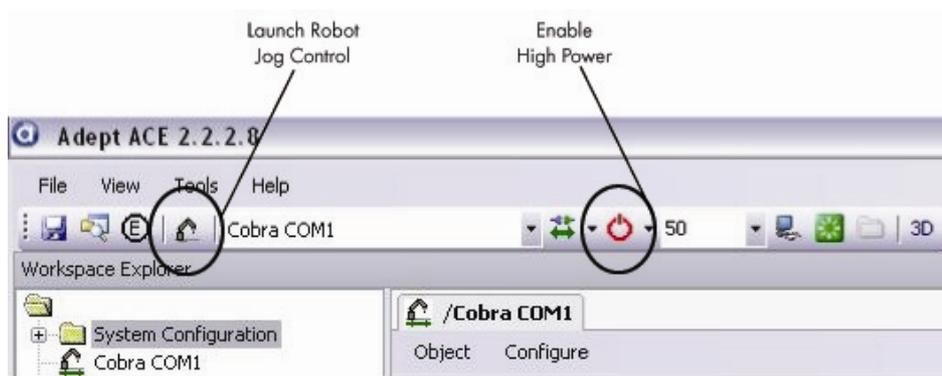

Figure 6.17 : symboles pour « High Power » et « Launch Robot Jog Control »
- a. Pour accéder à la fonction « Robot Jog Control », cliquez sur la barre d'outils Adept ACE, puis sur l'icône « Launch Robot Jog Control » (voir la figure 6.17).